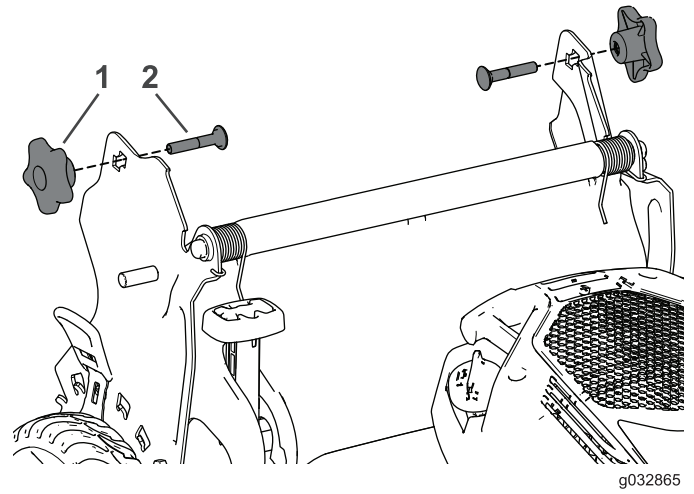

Figura 28
3. Inserte el perno de cuello cuadrado (con la cabeza del perno hacia el interior) a través del soporte del manillar y del orificio superior del extremo del manillar. Asegúrese de que los bordes cuadrados de cada perno de cuello cuadrado entren en el orificio cuadrado superior o inferior de su soporte del manillar relacionado (Figura 28).